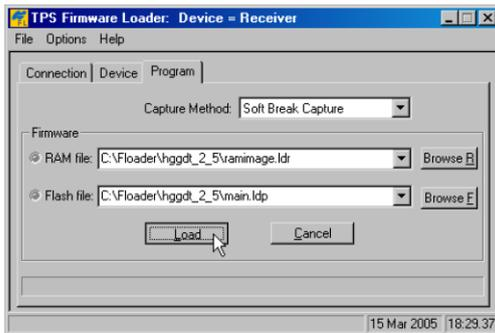

Figura 4-14. Ajustes de la pestaña Program
6. Haga clic en la pestaña **Program** y seleccione el valor **Soft Break Capture** (recomendado) en el campo *Capture Method* (Figura 4-14).
7. Busque y seleccione el archivo RAM y el archivo Flash de la tarjeta del receptor (Figura 4-14).